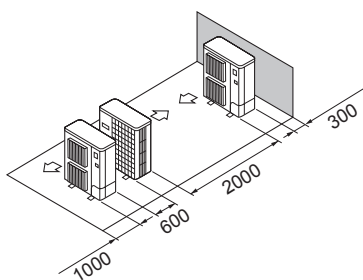

Fig. 2-16
- ⑤ Opstelling met één parallel apparaat (Fig. 2-16)